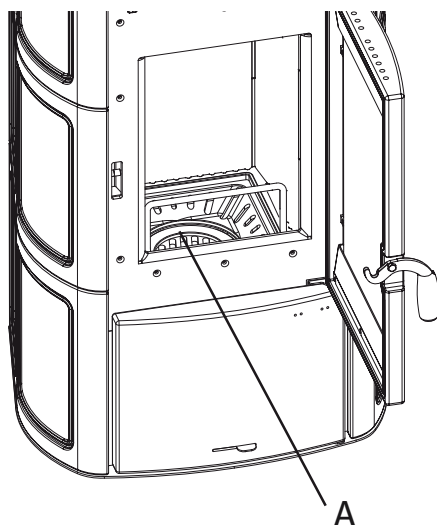

Fig. 7.2.1
- Fjern asken fra ildstedet (A) (fig. 7.2.1).